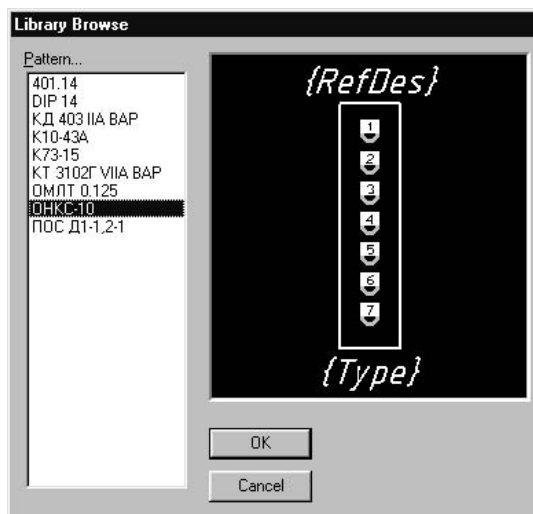

Рис.4.10.1
- В результате появится диалоговое окно Component Information (см. рис.4.2.2).. В диалоговом окне нажать кнопку Select Pattern и в появившемся окне Library Browse (рис.4.10.1) выбрать посадочное место электрического соединителя – ОН-КС-10. Нажать кнопку ОК.